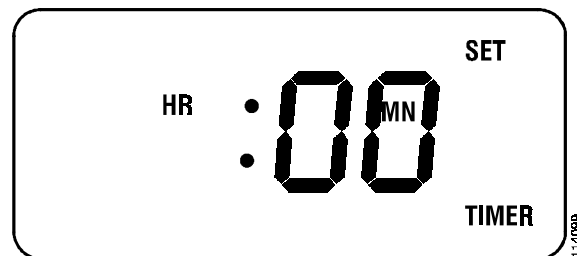

Figure 6.
- Appuyez sur le bouton **Timer**. Un bip se fera entendre et l'affichage changera: l'heure disparaîtra et sera remplacée par 00 et on pourra lire sur l'écran SET TIMER, à la droite, comme dans la Figure 6.